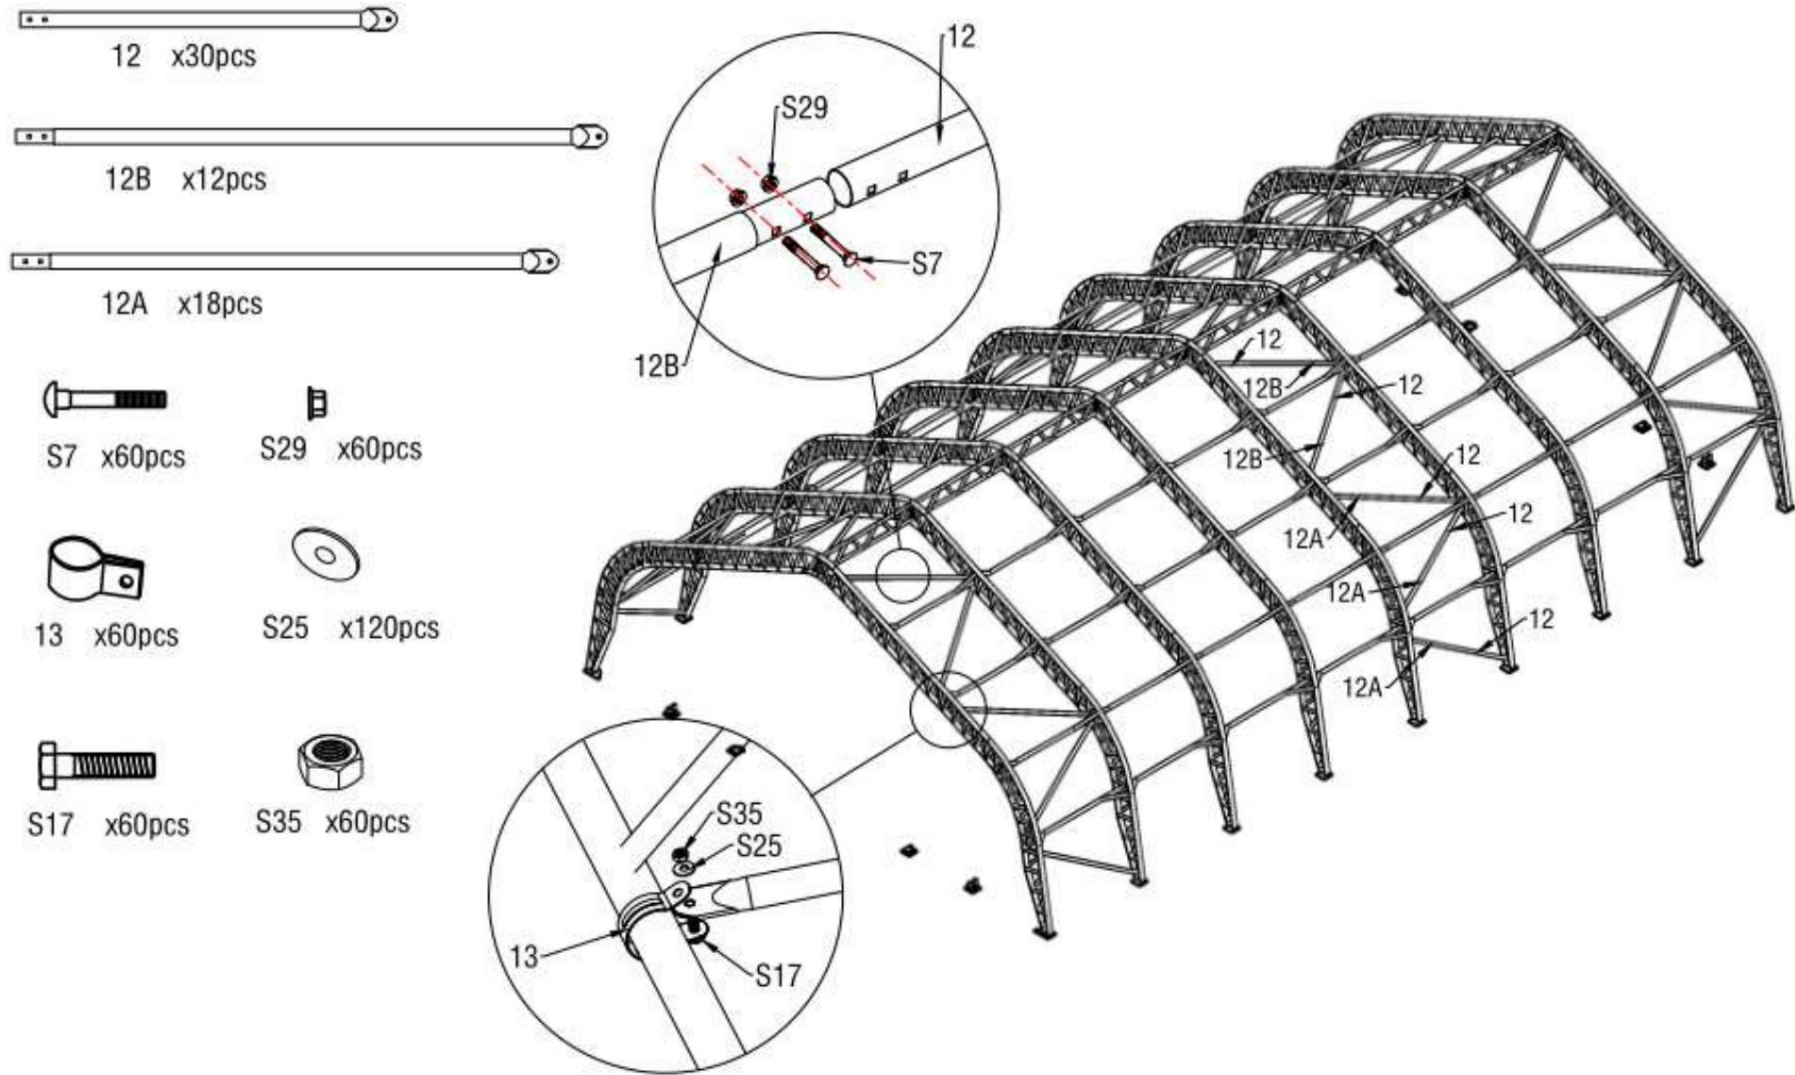

Figure 10
6. Comme illustré sur la figure 10, repérez le tube femelle de support diagonal (n° 12A et 12B) et le tube mâle de support diagonal (n° 12). Assemblez chaque groupe de tubes de support à l'aide d'un boulon à tête carrée M8x60 (n° S7) et d'un écrou à embase M8 (n° S29). Fixez ensuite le tube de support diagonal à l'arche à l'aide de l'agrafe (n° 13).